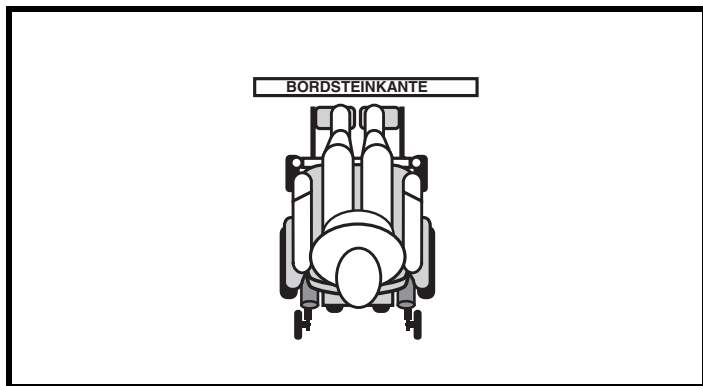

Abb. 2. Nicht schräg anfahren
1. Fahren Sie langsam an das Hindernis bzw. die Bordkante heran und achten Sie darauf, dass das Elektromobil das Hindernis im rechten Winkel überfährt. **Siehe dazu Abbildung. 2.**